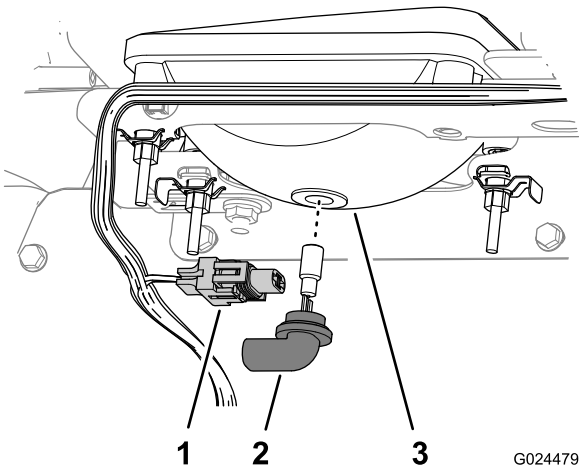

Figura 50
3. Desconecte el conector eléctrico del arnés de cables del conector de la lámpara, en la parte trasera de la carcasa del faro (Figura 50).
4. Retire el conjunto de la lámpara girándola 1/4 de vuelta en sentido antihorario y desplazándola hacia atrás (Figura 50).
5. Instale el conjunto de lámpara nueva y la carcasa del faro y alinee las pestañas del conjunto de la lámpara con las ranuras de la carcasa del faro (Figura 50).
6. Sujete el conjunto de la lámpara girándola 1/4 de vuelta en sentido antihorario (Figura 50).
7. Conecte el conector eléctrico del arnés de cables al conector del conjunto de la lámpara (Figura 50).